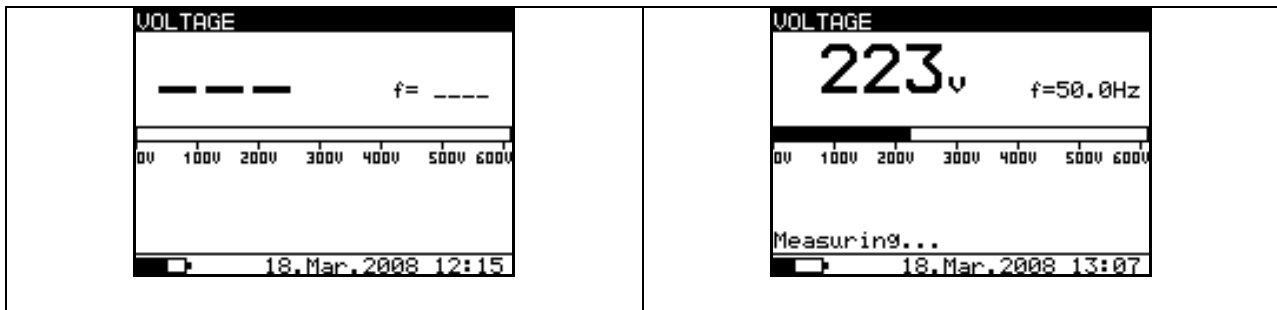

Bild 10. Anzeigezustände der Funktion VOLTAGE (Spannung)
Mit der Wahl dieser Funktion werden die folgenden Zustände angezeigt (Anfangszustand und Zustand mit Ergebnissen nach Abschluss der Messung). Siehe nachstehendes **Bild 10**.
- Das Ergebnis (siehe rechter Teil in **Bild 10**) kann optional durch zweimaliges Drücken der Taste **MEM** gespeichert werden, siehe Kapitel 6.1: Speichern, Abrufen und Löschen.